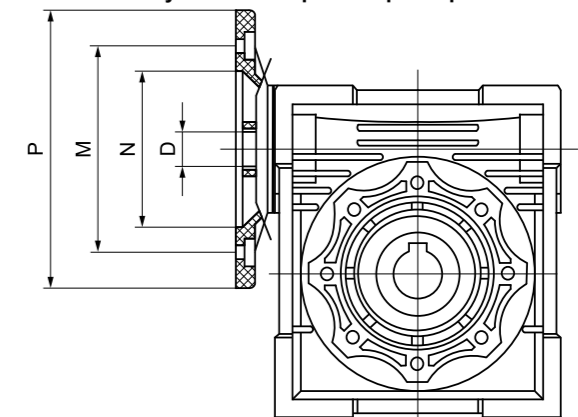

Рисунок 3 – Присоединительные размеры
4. Присоединить редуктор к передающим элементам с помощью монтажного приспособления согласно присоединительным размерам редуктора (см. рисунок 3 и таблицу 3) Для установки использовать только центровое отверстие на валу с резьбой.